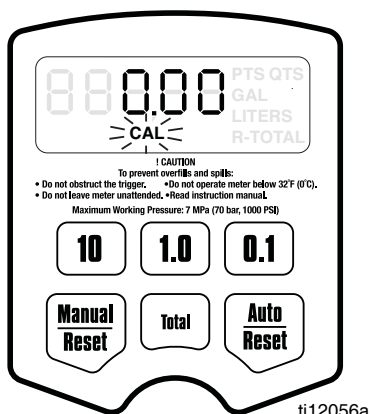

ABB. 26
- c. Drücken Sie die Taste für *Automatik / Zurücksetzen* erneut und halten Sie diese niedergedrückt, um die Anzeige des Menüs Kalibrierung (ABB. 26, Seite 18) zu erhalten. Wenn dieses Menü angezeigt wird, blinkt CAL auf dem Bildschirm.
## Kalibrierung (ABB. 26)